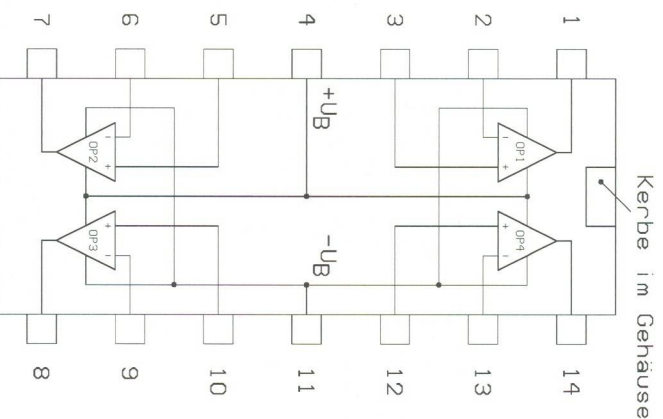

Bild 327a. Innenleben eines Vierfach-Operationsverstärkers vom Typ 324
Bevor es schnelle *Digitalrechner* gab (unsere heutigen Computer), waren *Analogrechner* wichtige Hilfsmittel der Wissenschaft zum Berechnen von Vorgängen in Natur und Technik. Die erforderlichen mathematischen Operationen, wie Addieren, Subtrahieren usw., wurden mit Verstärkern realisiert. Sie mußten hohen Ansprüchen an Verstärkung und Stabilität genügen, auch bei Temperaturänderungen. Mit Einzelbauelementen war ihre Realisierung nicht eben leicht. Integrierte *Operationsverstärker* (OP) brachten endlich die in großen Mengen herstellbare, preisgünstige und dabei auch qualitativ ausgezeichnete Lösung. Aber da war die große Zeit der Analogrechner schon vorbei. Doch das OP-Prinzip erwies sich nun als so vielseitig einsetzbar, daß sein Überleben nicht mehr davon abhing. Auf dem Chip des Typs in unserem Experimentiersystem befinden sich vier Einzel-OP. Sein Innenleben verrät Bild 327a. Damit läßt sich eine Menge anfangen!